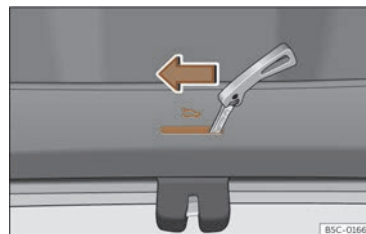

Fig. 79 Particolare del bagagliaio: sblocco di emergenza.
- Introdurre lo spadino della chiave nella fessura e spostare la chiave nella direzione indicata dalla freccia fino a sbloccare la serratura >>> **fig. 79**.